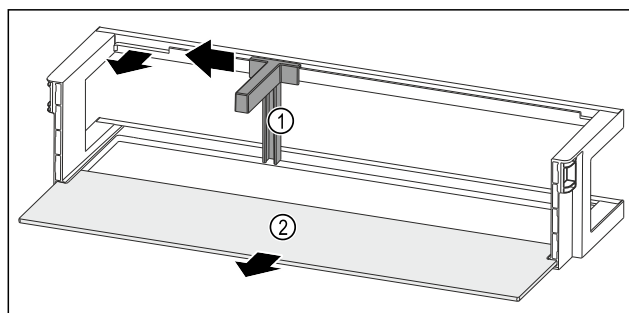

Fig. 240 Dveřní přihrádka s držákem lahví a odkládací plochou
- ▶ Držák lahví Fig. 240 (1) posuňte na stranu až k vybrání.
- ▶ Držák lahví Fig. 240 (1) odeberte.
- ▶ Odkládací plochu Fig. 240 (2) odeberte.